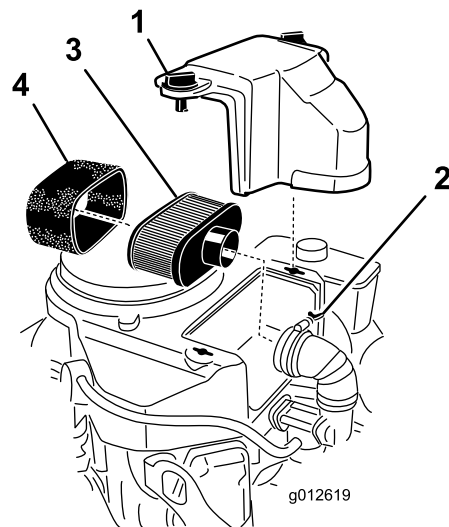

Bild 33
3. Reinigen Sie den Bereich um den Luftfilter herum, um zu verhindern, dass Schmutz in den Motor fällt und Schäden verursacht (Bild 33).
4. Schrauben Sie die Handräder los und entfernen Sie die Luftfilterabdeckung (Bild 33).
5. Schrauben Sie die Schlauchklemme los und entfernen Sie die Luftfilterabdeckung (Bild 33).
6. Ziehen Sie den Schaumeinsatz vorsichtig vom Papiereinsatz (Bild 33).
1. Reinigen Sie den Papiereinsatz durch leichtes Klopfen, um Staub herauszurütteln. Wechseln Sie das Papierelement aus, wenn es sehr schmutzig ist (Bild 33).
Reinigen Sie nicht den Papierfilter. Tauschen Sie ihn nach jeweils 200 Betriebsstunden aus (Bild 33). Untersuchen Sie den Einsatz auf Risse, einen öligen Film und Schäden an der Gummidichtung und wechseln Sie ihn ggf. aus.
1. Schieben Sie den Schaumeinsatz vorsichtig auf den Papierluftfiltereinsatz (Bild 33).
2. Schieben Sie den Luftfilter auf das Luftfilterunterteil oder den Schlauch und befestigen ihn (Bild 33).
3. Setzen Sie die Abdeckung des Luftfilters auf und ziehen Sie die Abdeckhandräder fest (Bild 33).